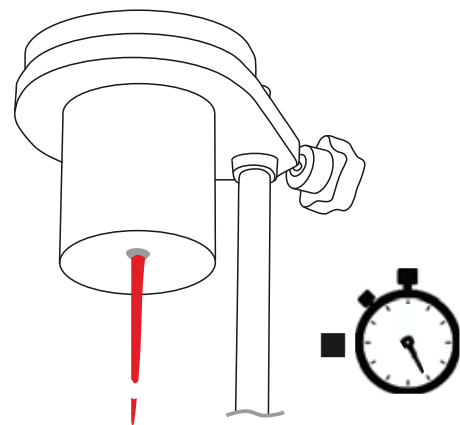

Figura 5
- 8 Observe el flujo de líquido que sale por el orificio y pare el cronómetro^a en el momento en que el flujo se rompa por primera vez (Figura 5).